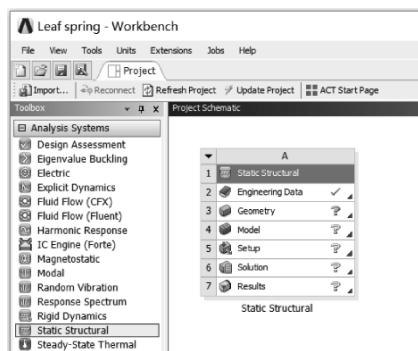

图 1-2 创建结构静力分析
(1) 在工具箱【Toolbox】的【Analysis Systems】中双击或拖动结构静力分析【Static Structural】到项目分析流程图，如图 1-2 所示。
(2) 在 Workbench 的工具栏中单击【Save】，保存项目实例名为 Leaf spring.wbpj。工程实例文件保存在 D:\AWB\Chapter01 文件夹中。